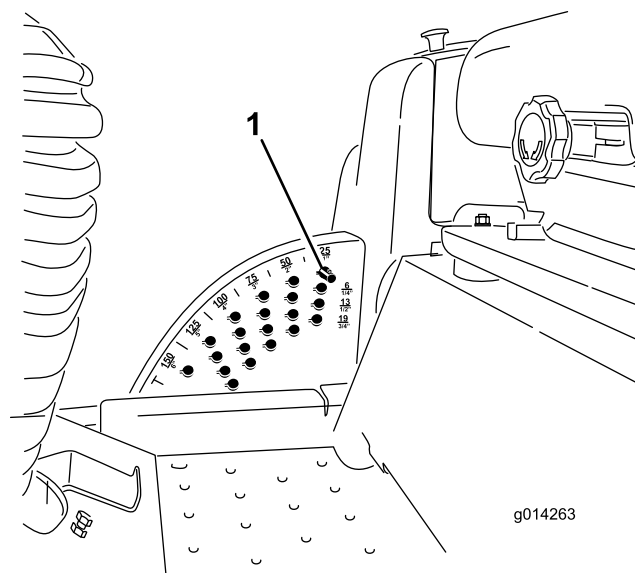

図 26
1. エンジンが回転している状態で、デッキ昇降スイッチの後側を押し、デッキが完全に上昇したら直ちにスイッチから手を離す (図 26)。
2. 刈り高ピンを回して刈り高設定穴のスロットとが整列したところでピンを抜き取る (図 26)。
3. 刈り高ブラケットについている穴から、希望する刈り高に対応する穴を見つけ、その穴にピンを通し、ピンを回してロックする (図 26)。
**注** 穴は全部で4列あります (図 26)。外周側の列は、外周部に刻印されている通りの刈り高の穴です。2 列目の穴は、それぞれ 1 列目プラス 6 mm の刈り高となります。3 列目の穴は、それぞれ 1 列目プラス 12 mm の刈り高となります。一番下の列の穴は、それぞれ 3 列目プラス 18 mm の刈り高となります。刈り高 158mm だけは例外で、2 列目のはずれにあります。この穴にセットすると刈り高 158mm となります 6mm アップにはなりません。